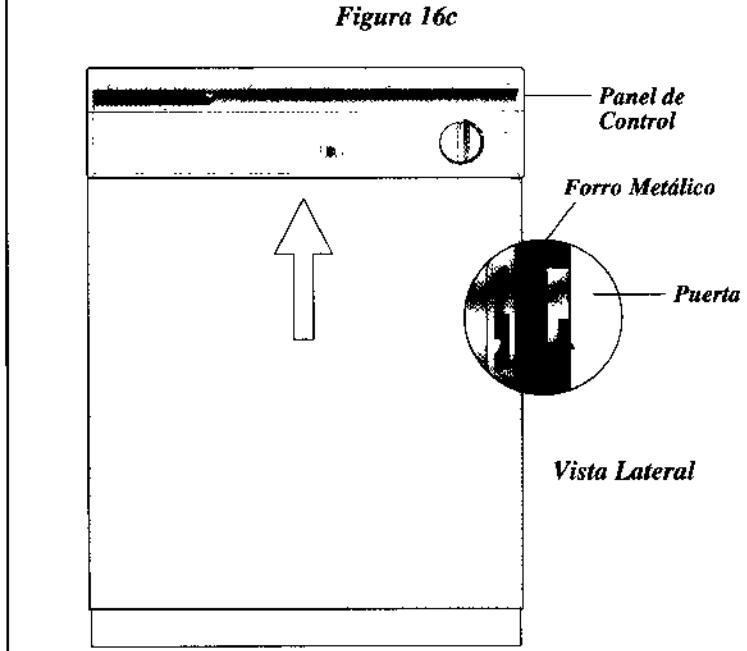

Figura 16c
- Cuando esté listo para volver a instalar la puerta, coloque las ranuras situadas en cada lado del borde superior de la puerta sobre las lengüetas del forro metálico. Empuje ambos lados para asegurarse de que la puerta esté plana. Empuje desde abajo hasta que no exista espacio entre la puerta y el panel de control. Ver Figura 16c.